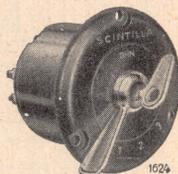

Fig. 2. Commutateur
- 1° Commutateur à main (Fig. 2) type DHN, resp. DHNE * (pour les moteurs Diesel ou les moteurs avec allumage-batterie) ou DHB, resp. DHBE * (pour les moteurs avec allumage par magnéto).